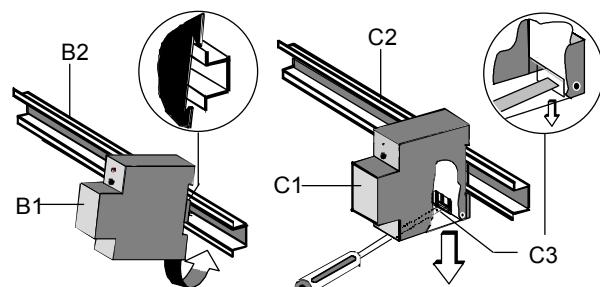

Bild 2: Montage und Demontage des Reiheneinbaugerätes
- Mit einem Schraubendreher den Schieber (Bild 2, C3) nach unten ziehen, durch leichtes Drücken einrasten und
- den IP Viewer N151 (C1) aus der Hutschiene (Bild 2, C2) herausschwenken.
- Das Gerät (Bild 2, B1) in die Hutschiene (Bild 2, B2) einhängen und
- das Gerät (Bild 2, B1) nach hinten schwenken, bis der Schieber hörbar einrastet.